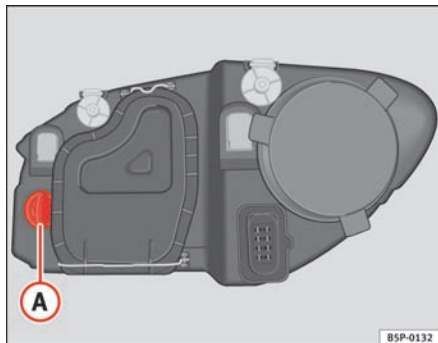

Fig. 178 Blinklygter
- Drej fatningen ⇒ fig. 178 **A** mod venstre, og træk i den.